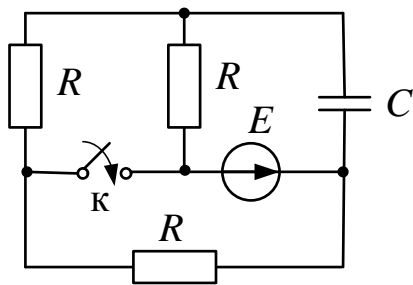

Рис. 5.1
**Задача 5.** Электрическая цепь содержит активные и пассивные элементы, а также ключи. На рис. 5.1–5.20 приведены схемы электрических цепей, а в табл. 5 – параметры элементов, входящих в электрическую цепь. Потребители подключены к постоянной электродвижущей силе  $E$ . Определить закон изменения напряжения на индуктивности  $u_L(t)$  или тока на емкости  $i_C(t)$  классическим методом расчета переходных процессов.